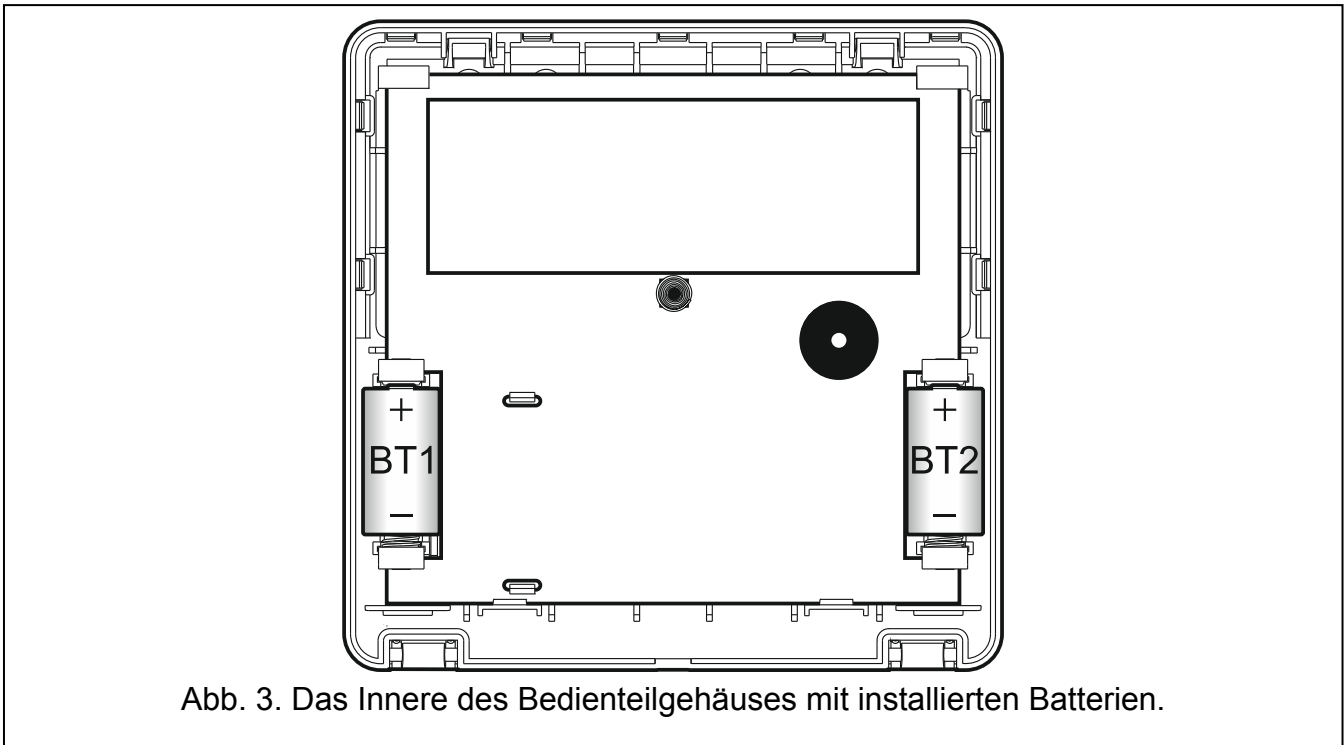

Abb. 3. Das Innere des Bedienteilgehäuses mit installierten Batterien.
- nach der Aktivierung des aktiven Modus wird auf dem Display eine Information zur schwachen Batterie erscheinen (die Information bestimmt, welche Batterie auszutauschen ist – siehe auch Abb. 3).